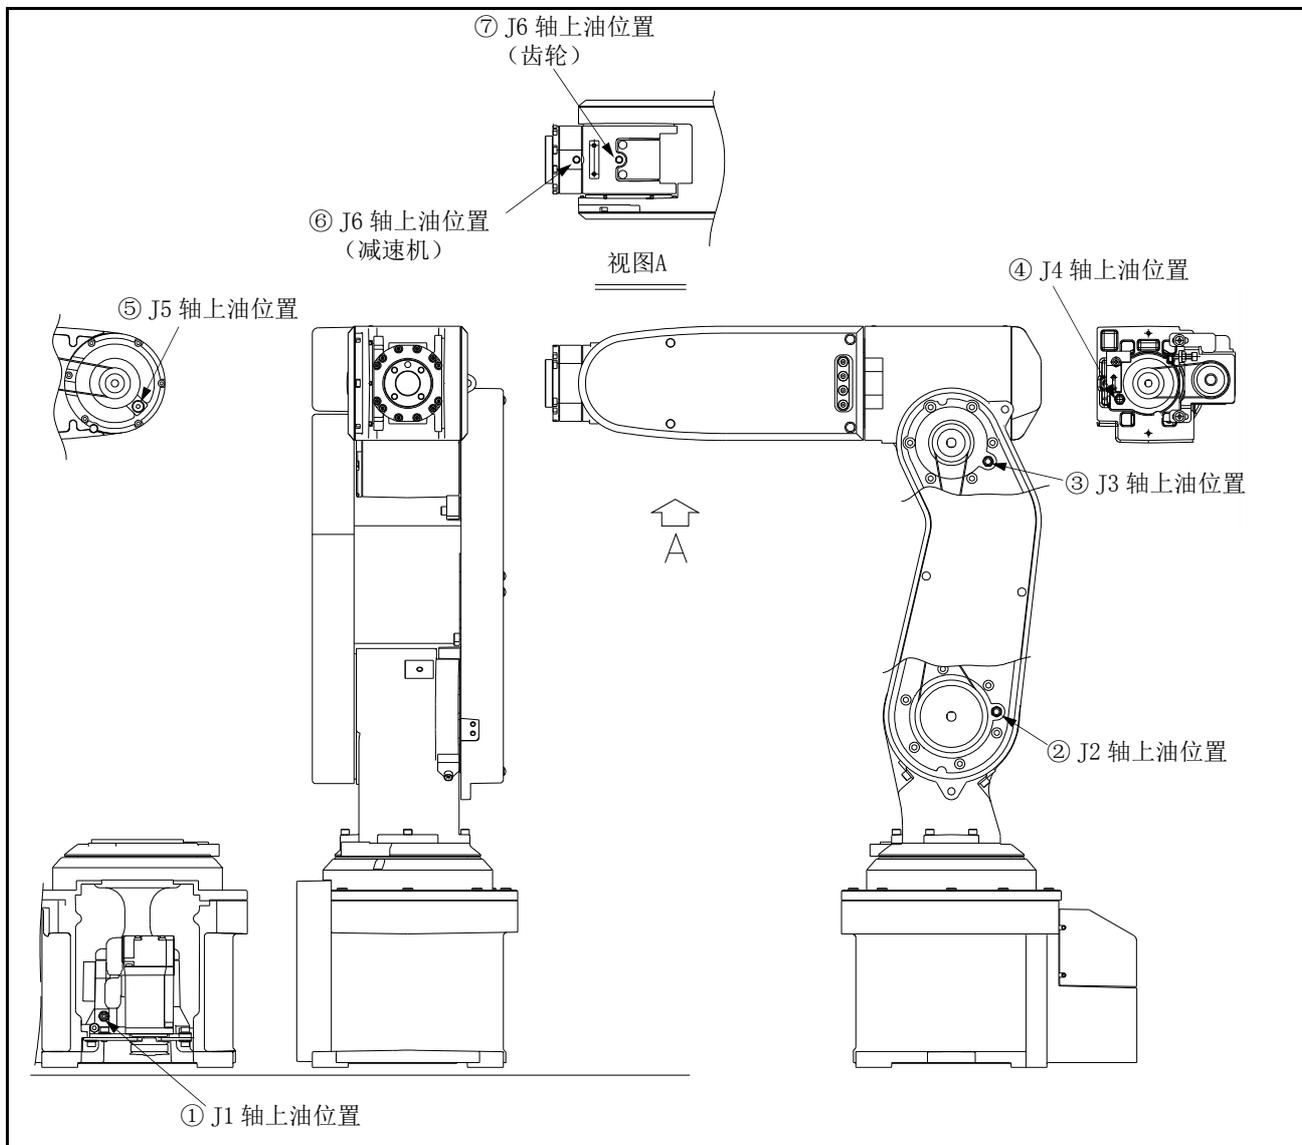

图 5-26：上油位置（RV-2FR 系列）
油脂喷嘴的位置如图 5-26 所示。此外，各轴的上油规格如表 5-10 所示。
- 表 5-10 的编号与图 5-26 的编号相对应。
- 1) 设为图 5-26 所示的姿势。
- 4) 卸下⑤ J5 轴上油位置、⑥ J6 轴上油位置（减速机）、⑦ J6 轴上油位置（齿轮）的螺栓后，安装附带的油脂喷嘴。应以  $4.7\text{N}\cdot\text{m} \sim 6.3\text{N}\cdot\text{m}$  的力矩拧紧油脂喷嘴。
- 6) 卸下⑤ J5 轴上油位置、⑥ J6 轴上油位置（减速机）、⑦ J6 轴上油位置（齿轮）的油脂喷嘴后，安装原配螺栓。应以  $4.7\text{N}\cdot\text{m} \sim 6.3\text{N}\cdot\text{m}$  的力矩拧紧螺栓。